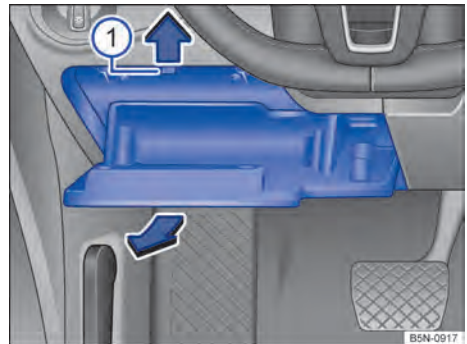

Fig. 220 Tapa de la caja de fusibles del tablero de instrumentos: vehículos con el volante a la izquierda, a la izquierda junto al volante.
- Abra el portaobjetos del lado del conductor y, dado el caso, vacíelo → fig. 220.
- Presione el tope hacia arriba, abra aún más el portaobjetos en el sentido de la flecha y extráigalo → fig. 220 ①.
- Cierre un poco el portaobjetos presionando, en caso necesario, el tope hacia arriba → fig. 220 ①.